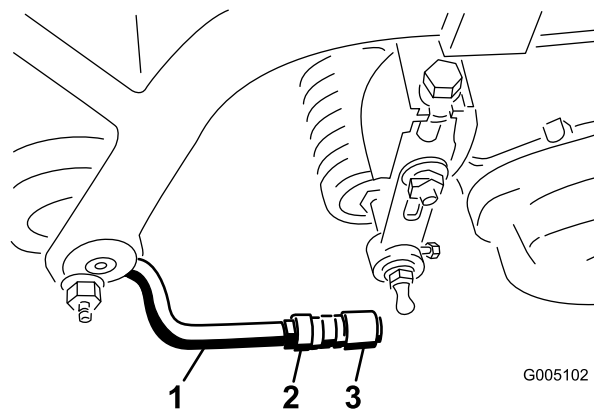

Figura 13
6. Efectue o alinhamento dos suportes com as juntas esféricas, de forma a que a zona aberta do suporte se encontre perfeitamente centrada com o tampão esférico. Aperte as porcas para fixar os suportes na posição correcta (Figura 13).